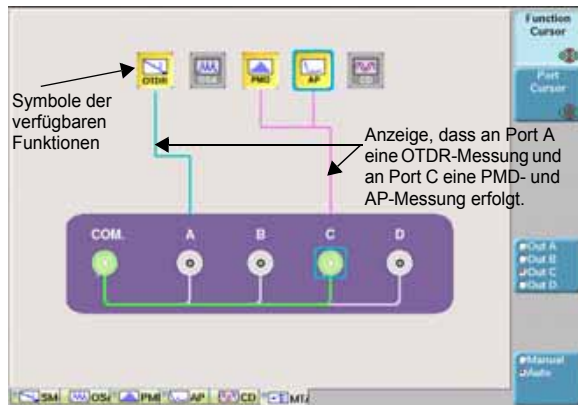

Abb. 97 Auto-Modus für den MTAU-Einschub
- 5 Mit der  -Taste bestätigen Sie die Zuordnungen. Im Bildschirm wird jetzt die Funktion über eine durchgehende Linie mit dem Port verbunden (siehe Abbildung 97 "Auto-Modus für den MTAU-Einschub" auf Seite 218).
Nach Festlegung der Testsequenz können Sie anhand der im Bildschirm angezeigten durchgehenden Linien prüfen, welche Funktion mit welchem Port verbunden ist (siehe Abbildung 97 "Auto-Modus für den MTAU-Einschub" auf Seite 218).